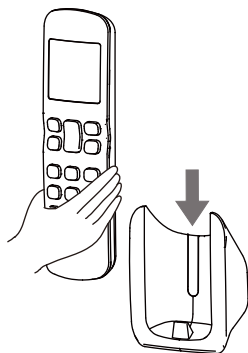

Abb. 2.5
3) Schieben Sie die Fernbedienung senkrecht nach unten in den Fernbedienungshalter (siehe Abb. 2.5).